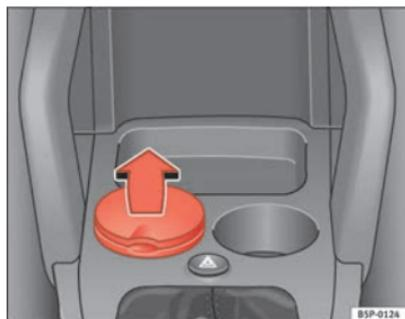

Fig. 116 Cinzeiro alojado no suporte de bebidas dianteiro
- Para abrir o cinzeiro, levantar a tampa ⇒ fig. 116.